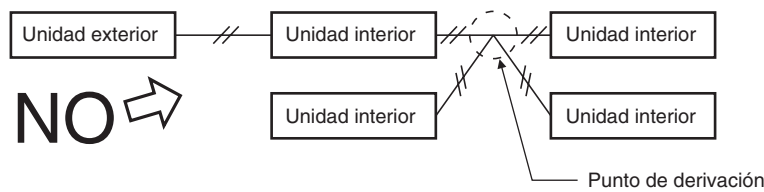

Fig. 4-4
- (3) No instale el cableado de control entre unidades con conexiones de derivación en estrella. Las conexiones de derivación en estrella provocan fallos de ajuste de la dirección. (Fig. 4-4)